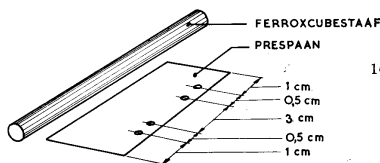
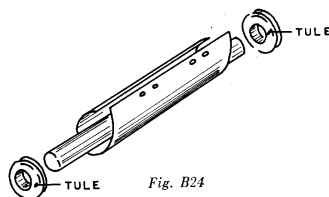

Fig. B23
Fig. B24
16. Van één van de stukjes **prespaan** maken we een spoel vormpje. Prik eerst met de punt van een schaar of met een stopnaald vier gaatjes in het prespaan, op de afstanden die in fig. B23 zijn aangegeven. Buig daarna het stukje tot een kokertje om de staaf heen (fig. B24).